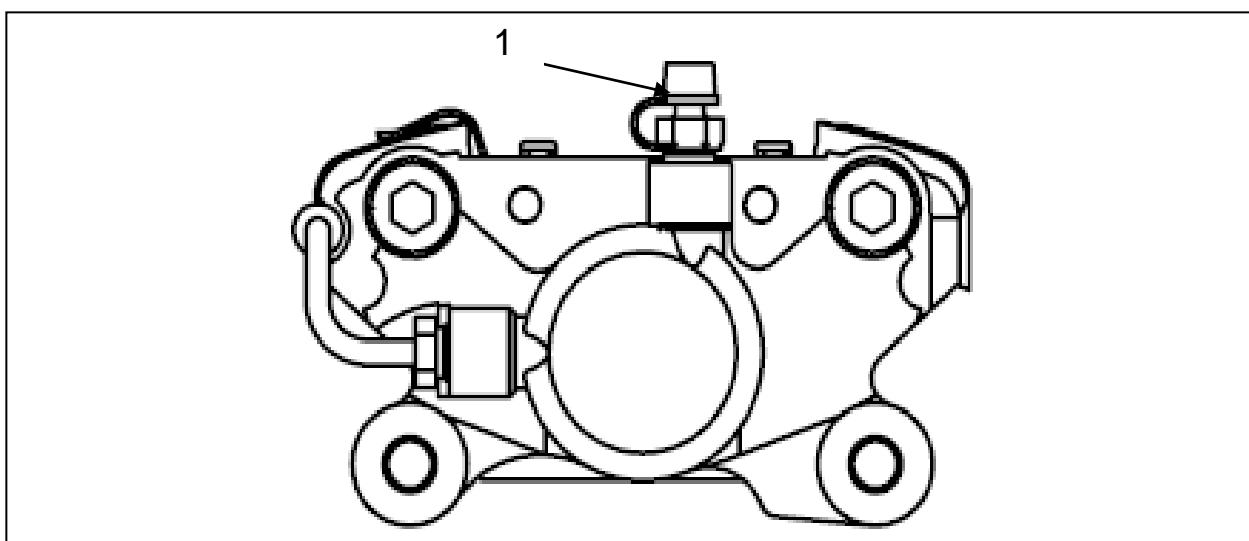

Рисунок 39 – Тормозной суппорт
2. Налейте тормозную жидкость в емкость бачка, наденьте трубку на перепускной штуцер 1 (рисунок 39) тормозного суппорта, свободный конец трубы погрузите в тормозную жидкость, залитую в специальную емкость;